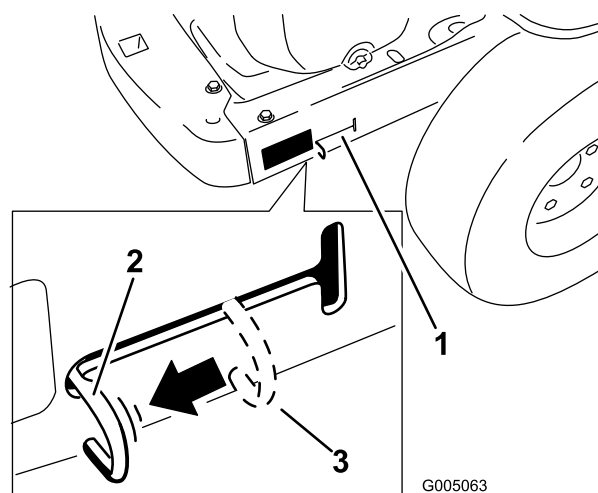

Figure 17
4. Déplacez les leviers de dérivation en arrière, puis abaissez-les pour les bloquer en place comme illustré à la Figure 17 et désengager les moteurs de roues. Répétez cette procédure de chaque côté de la machine.
Levez les leviers de dérivation et poussez-les en avant jusqu'au **centre** de la fente horizontale (Figure 17) pour engager les moteurs de roues.